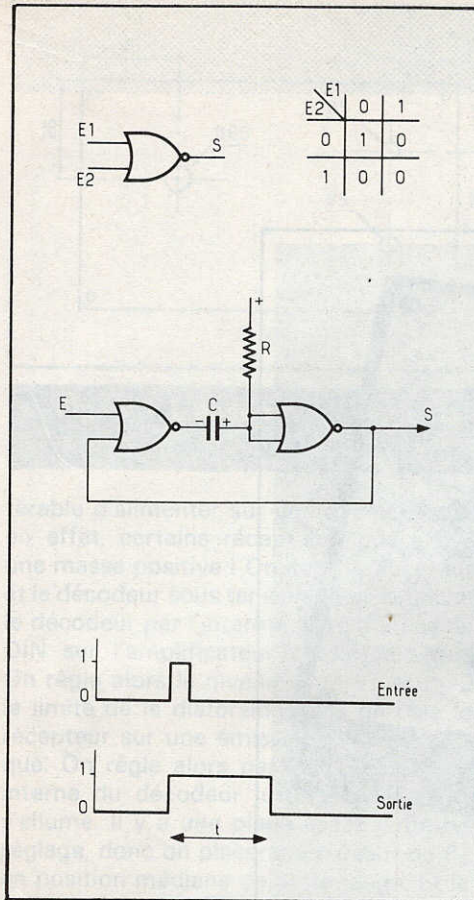

Fig. 2. – Rappels des notions de base se rapportant à une NOR.
- Caractéristiques d'un monostable constitué avec des portes NOR (fig. 2).